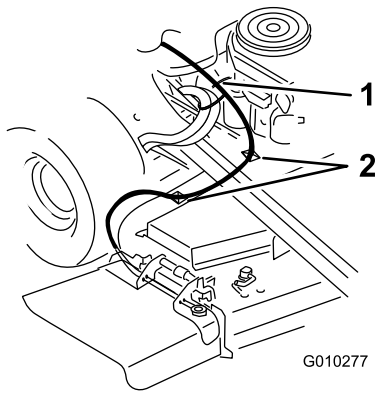
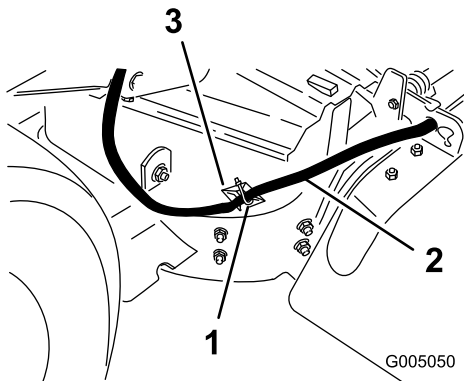

Figure 9
Figure 10
2. Attachez les câbles au support u moteur et au tablier de coupe avec des serre-câbles en plastique et des supports adhésifs (Figure 9 et Figure 10).